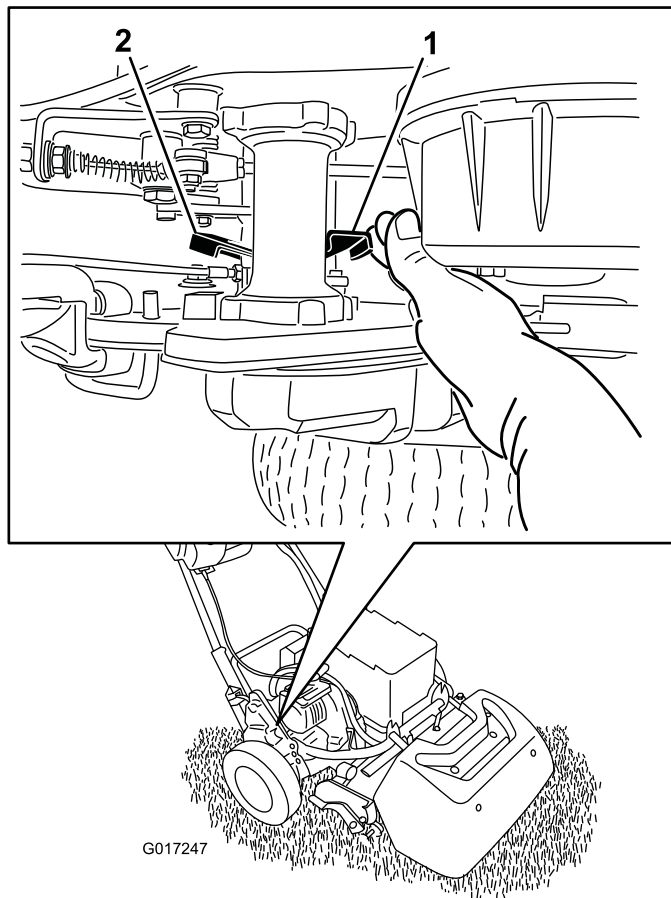

图 35
1. 在机器的右后角找到靠近驱动装置壳体轮鼓的牵引接合/分离控制杆 (图 35)。